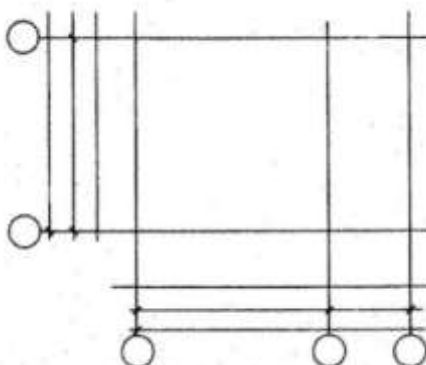

Рисунок 1. Вычерчивание разбивочных координационных осей.
4. Вычертить план здания (ГОСТ), начав с нанесения продольных и поперечных разбивочных координационных осей (рис. 1).